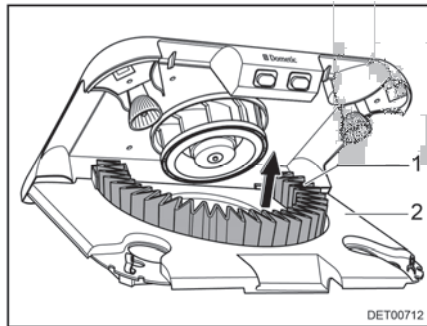

Fig. 161 Sostituire il filtro a carboni attivi
- Estrarre il filtro a carboni attivi (Fig. 161,1) dalla parte superiore del supporto.
- Spingere il supporto filtro (Fig. 161,2) verso l'alto finché non si innesta.